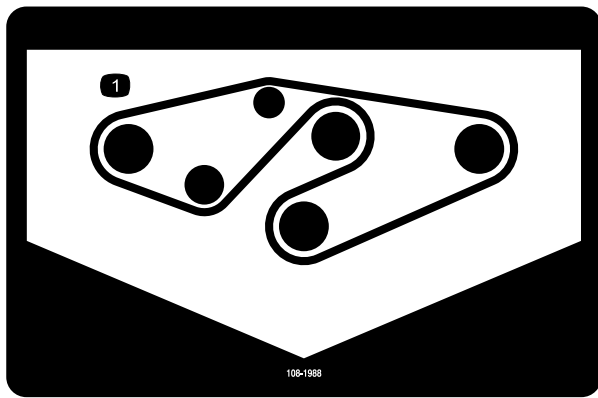

Bild 37
4. Verlegen Sie den neuen Riemen um die Spindelscheiben und die Spannscheiben, siehe Bild 37.